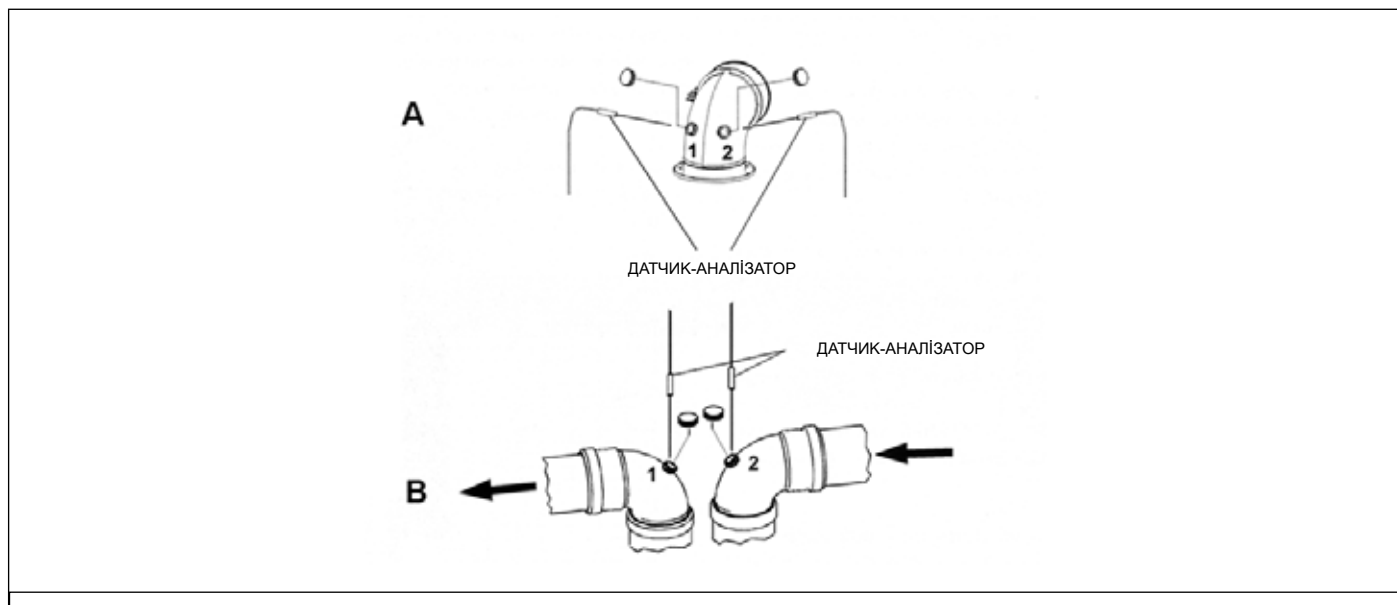

Рис. 14 Точки введення зондів при вимірюванні ККД
- виміряти температуру повітря що йде на горіння використовуючи отвір 2 (дивись від. **A** Рис. 14 Точки введення зондів при вимірюванні ККД).
- виміряти температуру димових газів та вміст CO₂ використовуючи отвір 1 (дивись від. **A** Рис. 14 Точки введення зондів при вимірюванні ККД).
- виміряти температуру повітря що йде на горіння використовуючи отвір 2 (дивись від. **B** Рис. 14 Точки введення зондів при вимірюванні ККД).
- виміряти температуру димових газів та вміст CO₂ використовуючи отвір 1 (дивись від. **B** Рис. 14 Точки введення зондів при вимірюванні ККД).